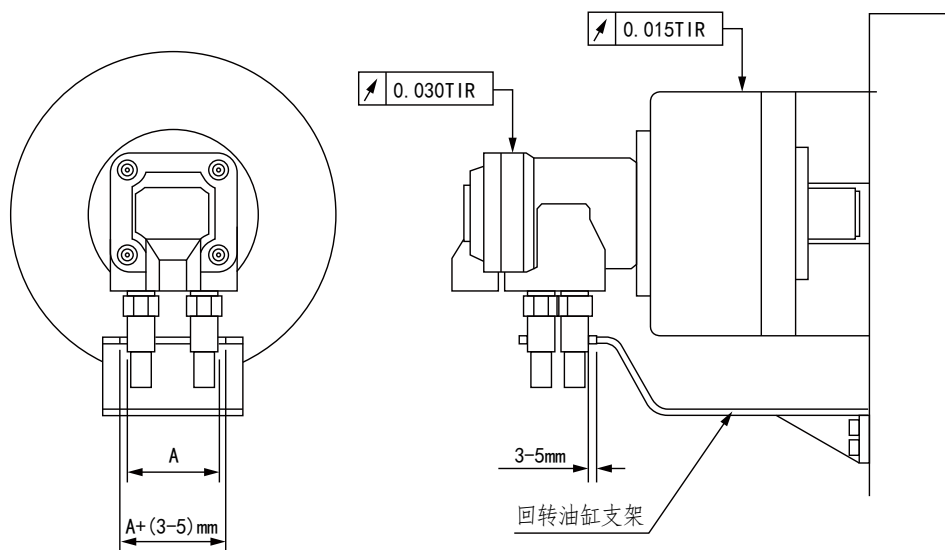

图9
(6) 为了防止油压缸外壳旋转发生，在油口底部突起处安装一支撑架，支架固定于床身上，并保证与油管有3~5mm的间隙，如图9所示；
(7) 油管安装前内部异物要完全清理干净，泄油管油管不要形成背压状态，且油管必须使用挠性油管，可防止应弯曲及张力而影响油压缸之动作。
(8) 油压回路的设计师基于操作简便和安全原则，提供安全回路，以防止停电时所产危险。